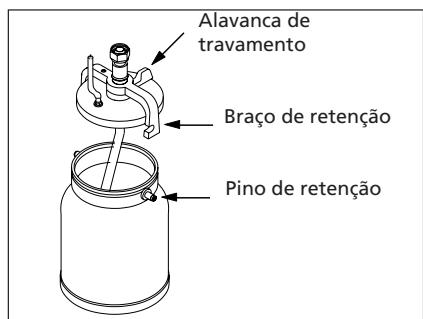

Figura 9 - Travando o recipiente
5. Mova a alavancinha de travamento no sentido horário para a posição travada (veja a Figura 9).